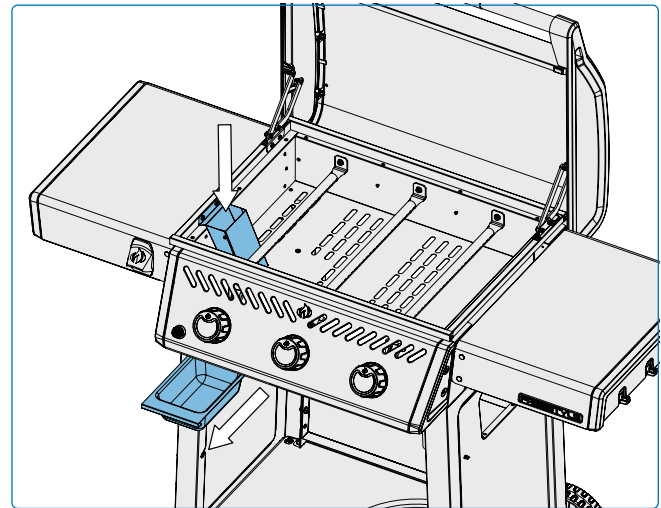

Fig. 11
1. Una vez que el aparato se haya enfriado completamente, extraiga con cuidado la bandeja recoge gotas del carro del aparato sin inclinarla. (Fig. 11).